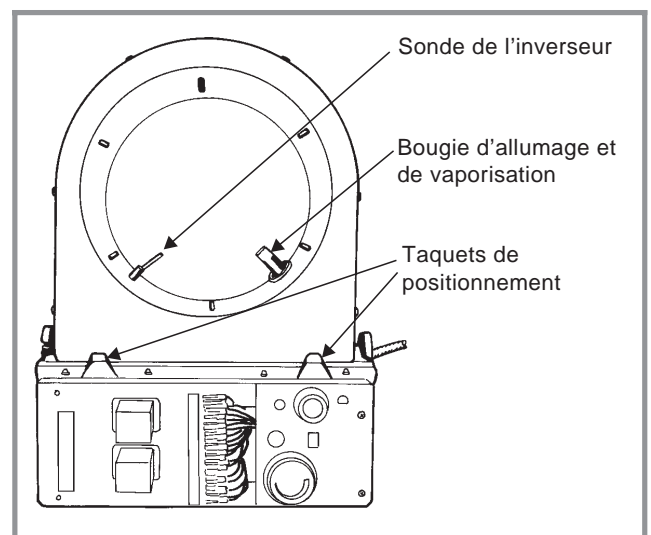

Fig. 18 - Vue de dessus du brûleur
- Vérifier le niveau du brûleur à l'aide d'un niveau à bulle placé sur les taquets de positionnement (fig. 18). Le brûleur doit être légèrement incliné vers la droite (côté bougie d'allumage). Si nécessaire rectifier le niveau en plaçant des cales sous les pieds de la chaudière.